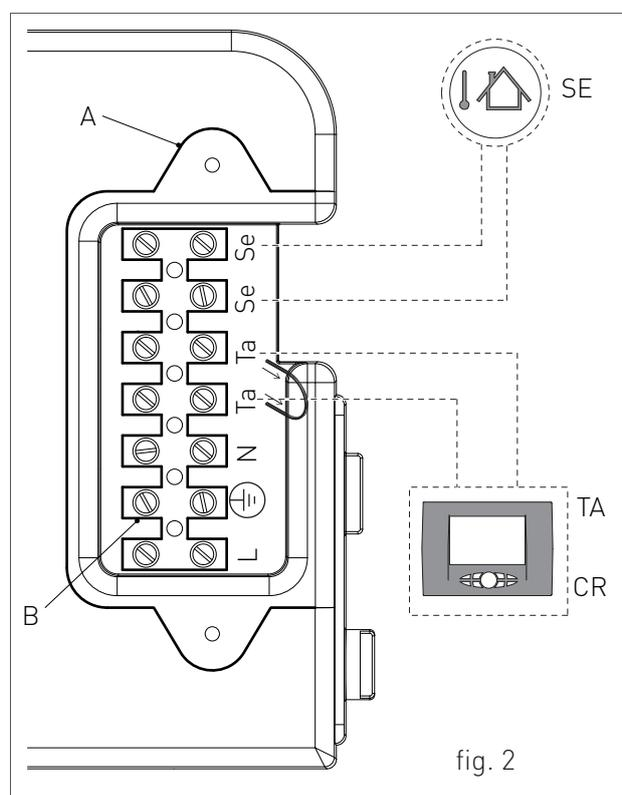

fig. 2
Montare il box di neutralizzazione condensa, completo di granulato e carboni attivi, per una potenza trattata fino a 350 kW (vedi fig.2). Il dispositivo consente di neutralizzare la condensa che si raccoglie nei generatori termici e/o nei sistemi di scarico fumi in acciaio inox, plastica, vetro o ceramica.
- › rimuovere il mantello frontale della caldaia (vedi capitolo ACCESSO ALLA CALDAIA); svitare le due viti e rimuovere il piastrino "A" (vedi fig. 2).
- › Una volta rimosso il piastrino effettuare i seguenti collegamenti sulla morsettiere "B" (vedi fig. 2):